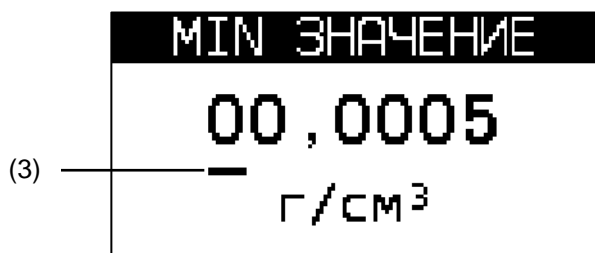

Рисунок 6.8. Изменение значения редактируемого параметра.
Изменение значения параметра осуществляется посимвольно. Редактируемый символ выделяется знаком подчеркивания см. **рисунок 6.8**, позиция (3). Выбор другого символа производится перемещением знака подчеркивания кнопкой **ВПРАВО**. Перемещение выполняется циклично: с последнего символа производится переход на первый.